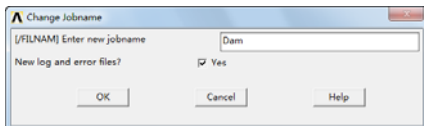

图 7-41 “Change Jobname”对话框
①定义工作文件名: 依次选择 Utility Menu→File→Change Jobname, 会出现“Change Jobname”对话框, 在对话框中输入工作文件名 Dam, 并将“NEW log and error files”设置为“Yes”, 如图 7-41 所示, 单击“OK”按钮关闭对话框。